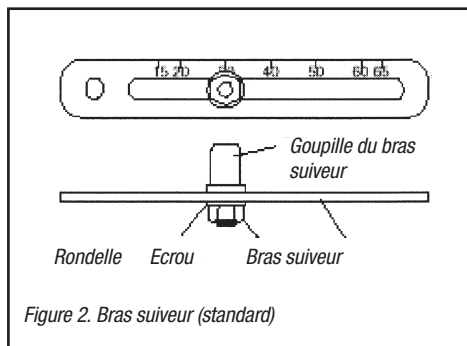

Figure 2. Bras suiveur (standard)
1. Ajuster la goupille du bras suiveur (COURSE + 10 mm) comme indiqué sur l'échelle en relief du bras suiveur (Figure 2).